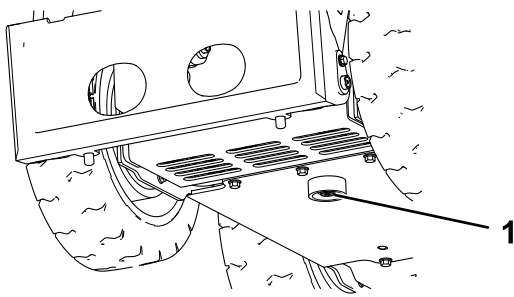

Bild 43
1. Schraube (2)                      2. Lüfterhaube
6. Entfernen Sie die Ablassschraube von der Unterseite des Hydraulikölbehälters und lassen Sie das Öl vollständig ablaufen (Bild 43).